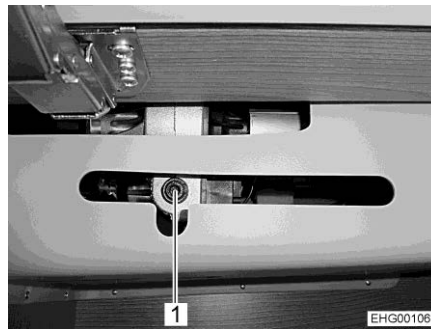
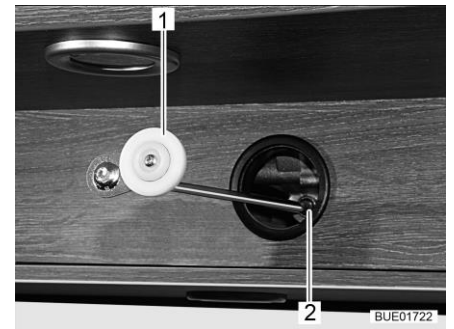

Fig. 146 Accès à l'entraînement
Fig. 147 Commande mécanique, entraînement
- Si la fixation (Fig. 146,1) de l'entraînement est montée dans le meuble haut, ouvrir cette dernière. Ouvrir le meuble haut.
- Insérer la manivelle (Fig. 147,1) ou la clé mâle coudée pour vis à six pans creux dans la réception sur le moteur (Fig. 146,1 et Fig. 147,2).